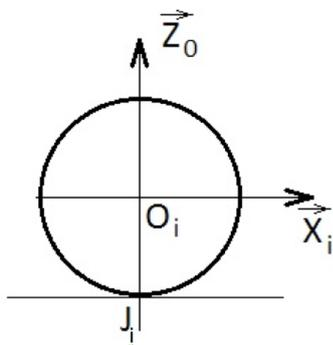

FIGURE 3 - Modélisation du contact roue/sol dans le plan médian de la roue
- Le point  $O_i$  : point du plan médian de la roue  $i$  appartenant à l'axe de rotation (cf figure 3).